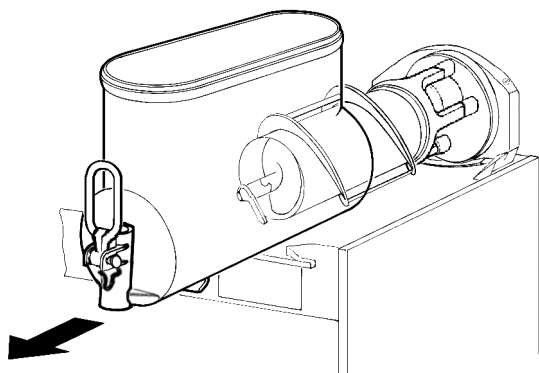

**figure 6**
- 2 Démontez le réservoir en poussant légèrement sa partie inférieure (côté robinet) vers le haut pour en libérer les crochets inférieurs (voir figure 6) et en le faisant ensuite glisser par